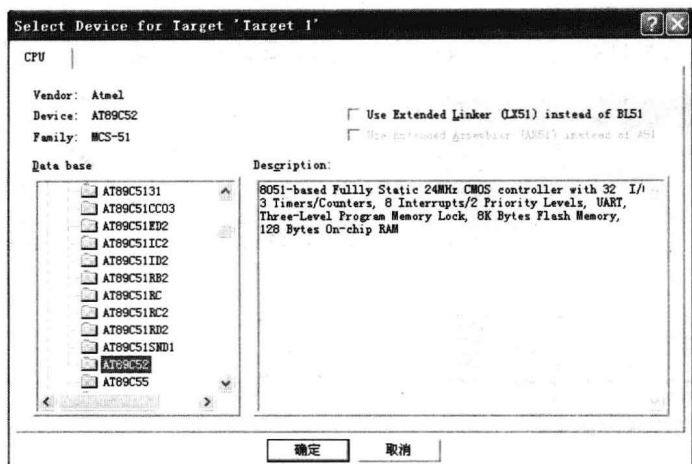

图 1-4 Select Device for Target 'Target 1' 对话框
(3) 单击【保存】按钮后，弹出如图 1-4 所示的对话框，在该对话框中选择单片机的厂家和型号。